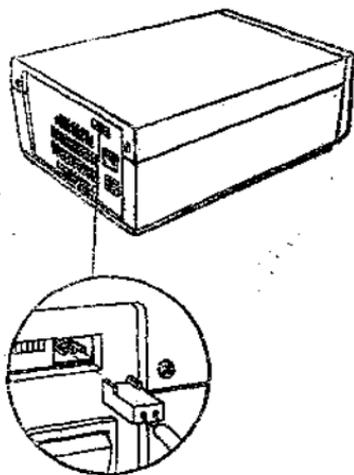

图 1-5 把连接电缆插入OMNINET连接座中
2. 把连接电缆的三插脚式插头插入OMNINET连接座中（见图1-5）。